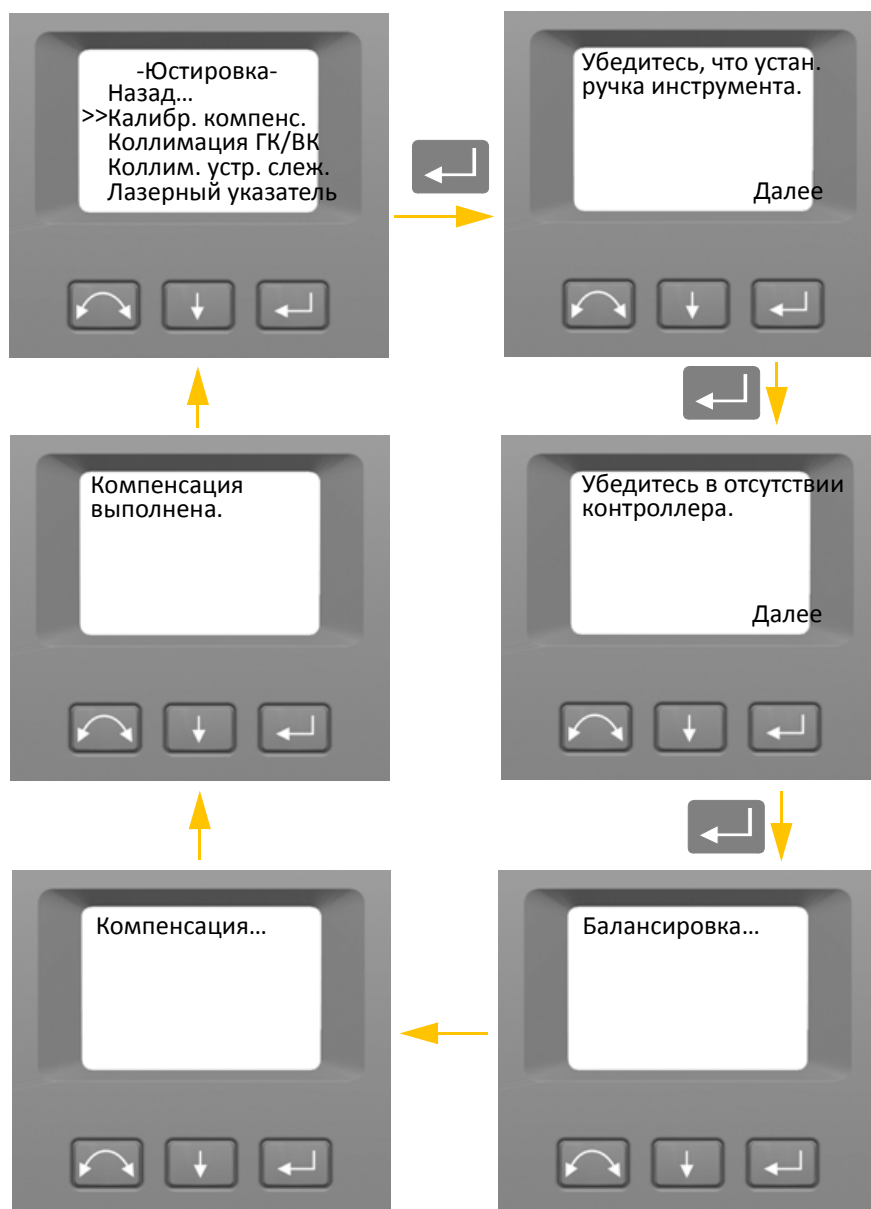

Рисунок 4.3. Процедура калибровки компенсатора
3. Следуйте указаниям на экране. См. рис. 4.3.